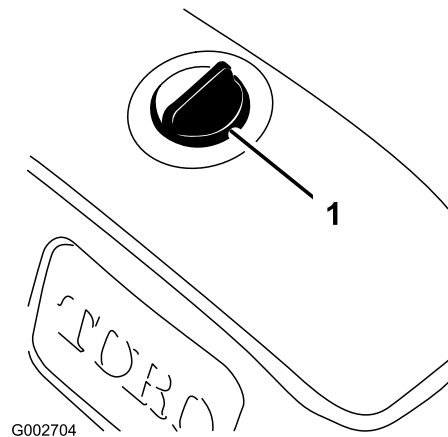

Figura 42
3. Pulite attorno al tappo del serbatoio idraulico per impedire l'ingresso di corpi estranei nel serbatoio (Figura 42).